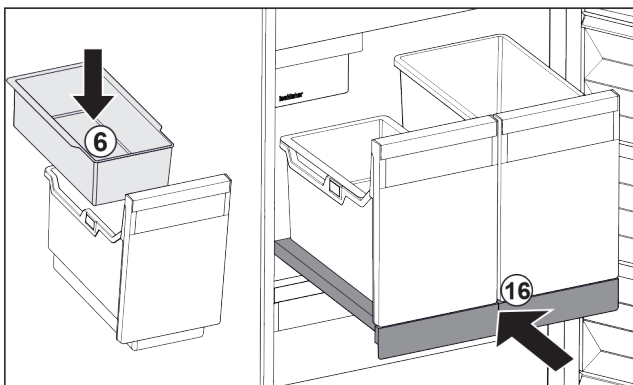

Fig. 125
- Installer le balconnet Fig. 125 (6) pour glaçons.
- Rentrer le compartiment coulissant avec le bac (IceTower). Fig. 125 (16)